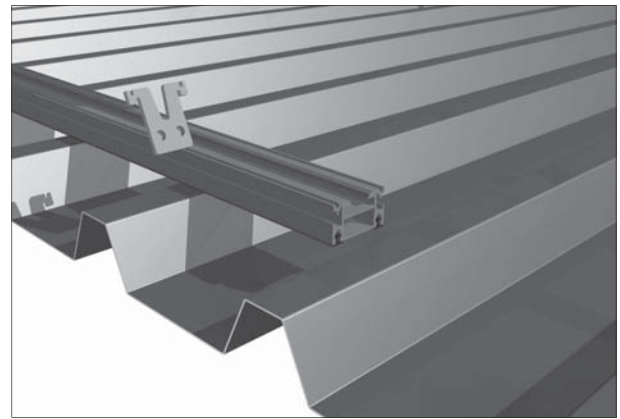
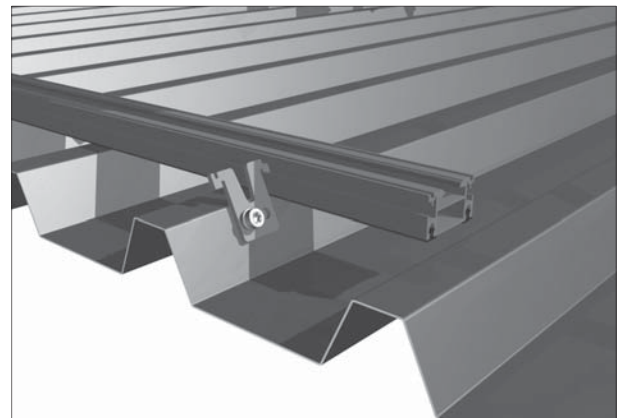

Bild 4.5-1
Bild 4.5-2
- Schiene an den definierten Befestigungspunkten mithilfe von den seitlichen Haltern mit einem Anzugsdrehmoment von 8 Nm befestigen. (Bild 4.5-1 und Bild 4.5-2)